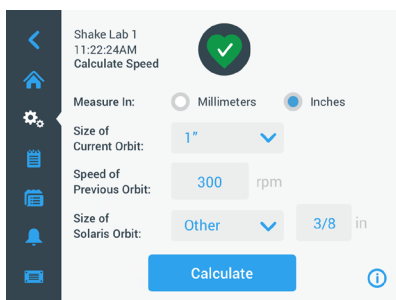

Figura 36: Calcolo dell'orbita di dimensione personalizzata
**AVVISO** La schermata **Temp nominale** visualizza la temperatura calibrata e l'offset impostato durante la calibrazione, come illustrato nella parte in basso a sinistra della Figura 36. La procedura di calibrazione è descritta in «Calibrazione di temperatura» a pagina 134.